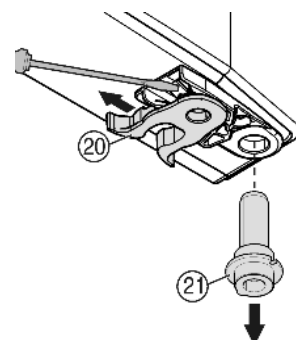

Fig. 10
- Přemístěte pružinovou svorku Fig. 10 (20): Stiskněte nos zářky, přes ni stáhněte pružinovou svorku.
- ▶ Vytáhněte ložiskový čep *Fig. 10 (21)* z dveří objímky a nasad'te spolu s podložkou na protější stranu. Nos zářky musí ukazovat k vnitřní straně dveří, zářez k vnější straně.
- ▶ Nasad'te dveře dole a ložiskový čep *Fig. 10 (21)* do stojanu ložiska. Příp. ložiskovým čepem otáčejte tak, aby mohl zaskočit do západky.